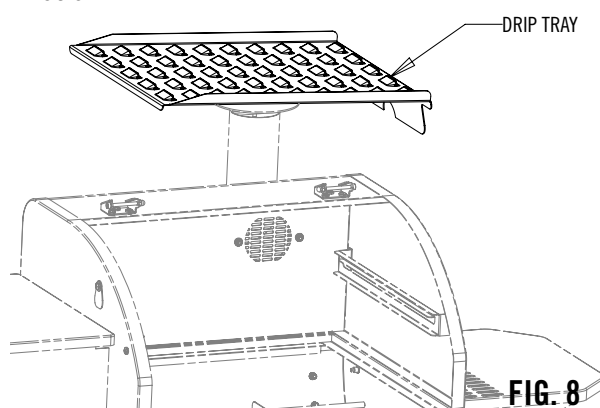

FIG. 8
- Monter la lèchefrite comme indiqué aux Fig. 8 et 9.